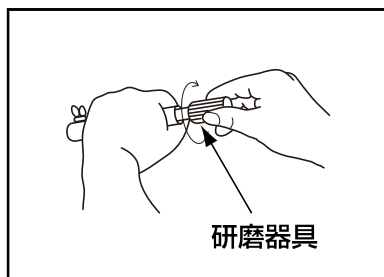

図44
- 3.屑抜き工具本体を左手で保持して、右手で研磨器具を右方向に軽く5～6回、回転させて研磨してください。 図44 参照